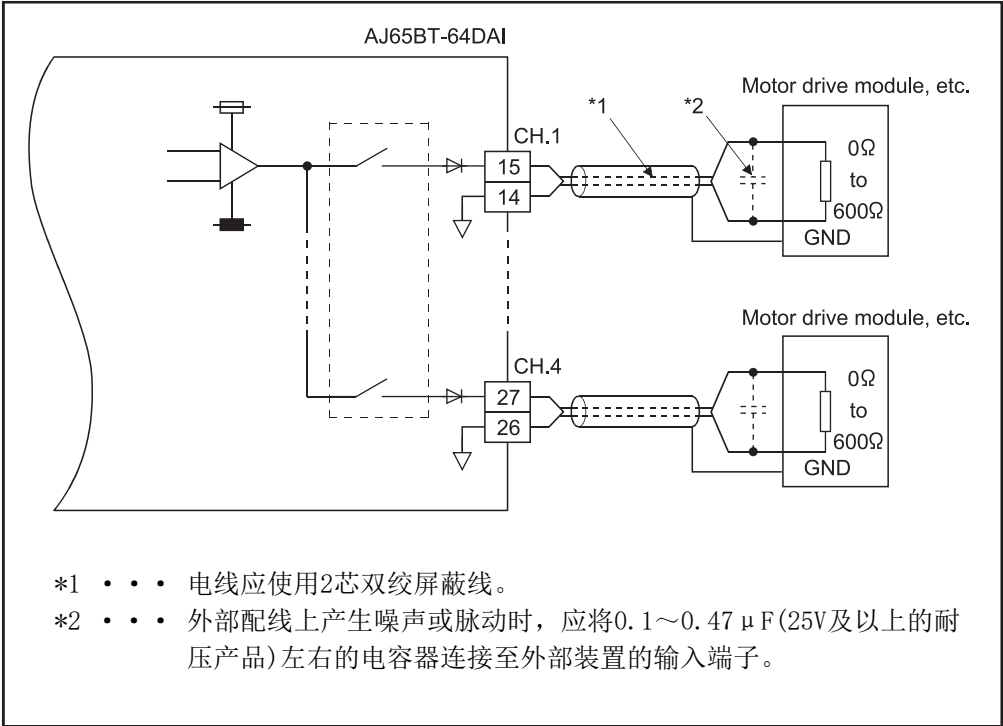

图4. 2 AJ65BT-64DAI与外部设备的配线示例
(2) AJ65BT-64DAI与外部设备的配线示例如图4. 2所示。